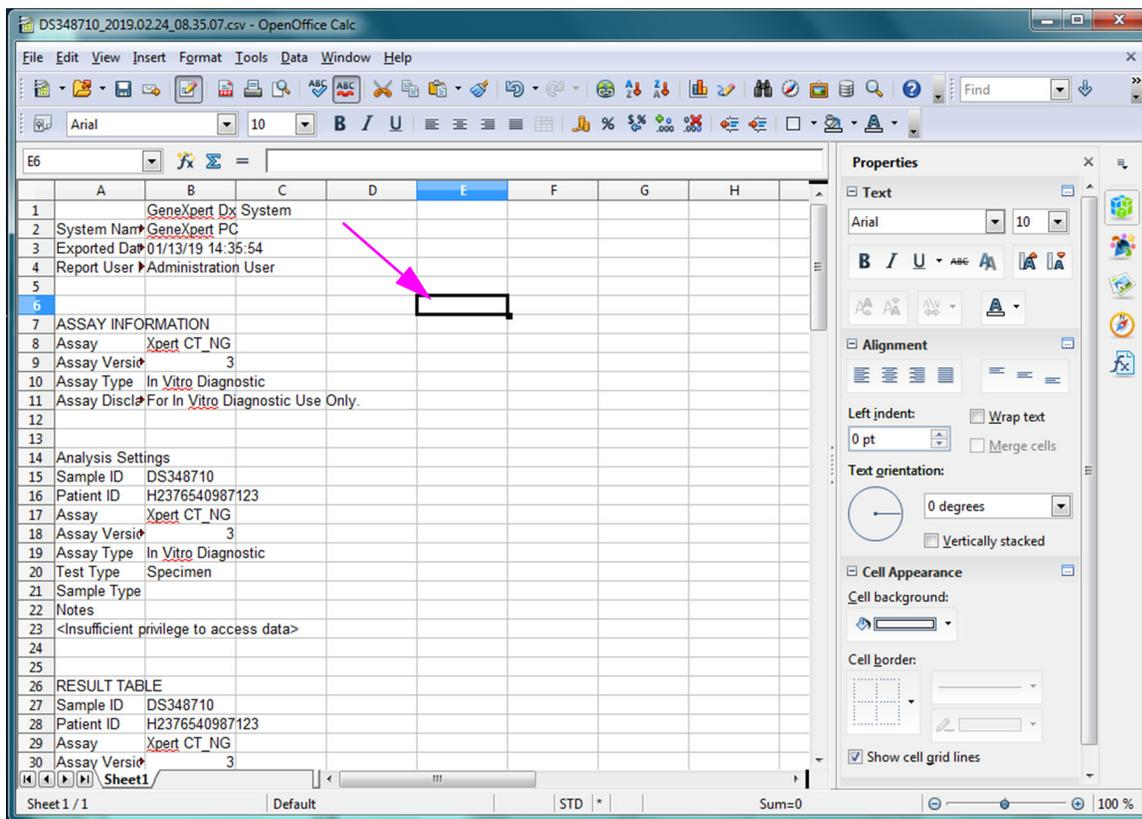

Figura D-8. Visualizzazione finale del file con le colonne regolate
- Fare clic sulla casella di controllo a sinistra del campo **Default value (Valore predefinito)**, quindi fare clic su **OK** per chiudere la finestra di dialogo. La larghezza delle colonne verrà quindi regolata e il file verrà formattato, come mostrato nella Figura D-8. Fare clic in un punto qualsiasi delle colonne vuote per “deselezionare” le caselle blu e farle diventare di nuovo bianche.